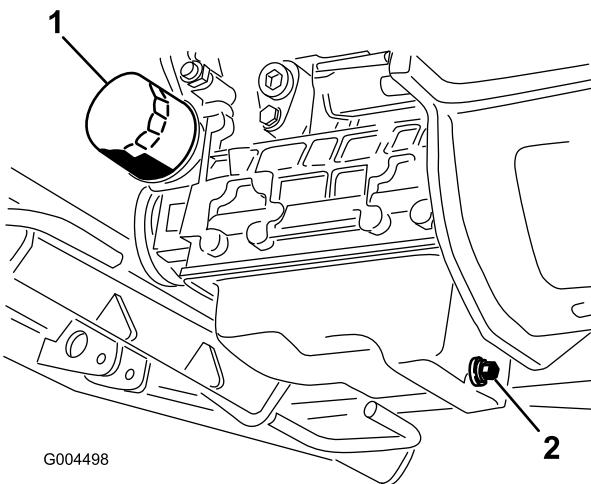

Bild 43
3. Stellen Sie eine Ablauwanne unter die Ölwanne und richten Sie sie mit der Ablassschraube aus (Bild 43).
6. Entfernen und wechseln Sie den Ölfilter aus (Bild 43).